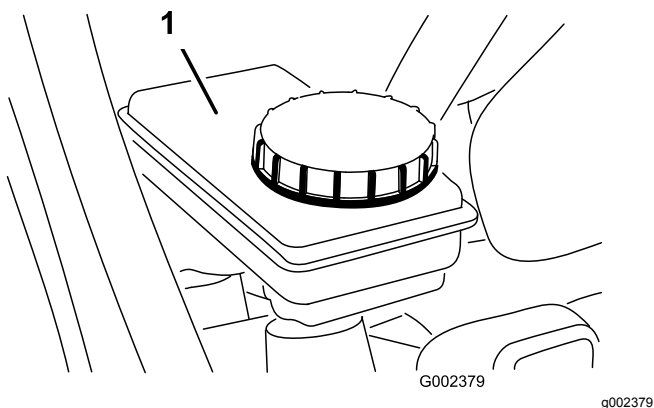

Рисунок 55
5. Убедитесь, что уровень жидкости доходит до линии «Полный» (Full) на бачке (Рисунок 55).
6. Если уровень жидкости низкий, очистите область вокруг крышки, снимите крышку бачка и заполните бачок до надлежащего уровня (Рисунок 55).